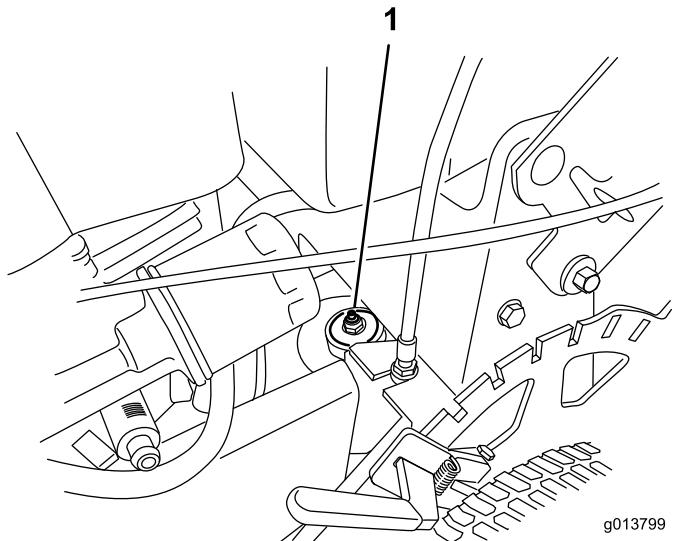

Figure 20
1. Raccordez une pompe à graisse au graisseur sous le réservoir de carburant (Figure 20).